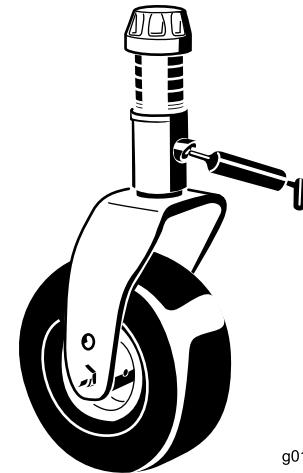

Figura 39
- Dois casquilhos de eixo da forquilha da roda giratória (Figura 39)